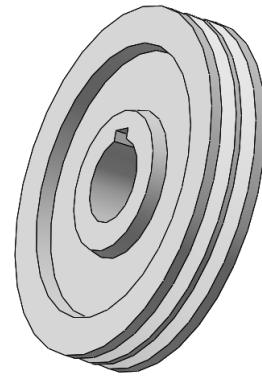

图 9-94 切除-拉伸
- 单击【确定】按钮 ，切除-拉伸带轮另一侧轮毂，如图 9-94 所示。